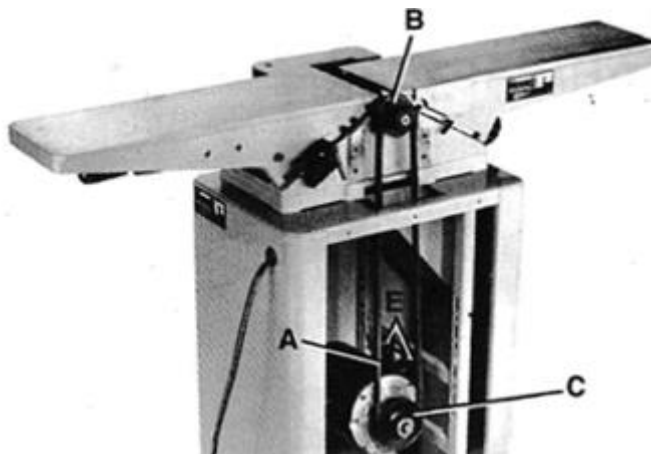
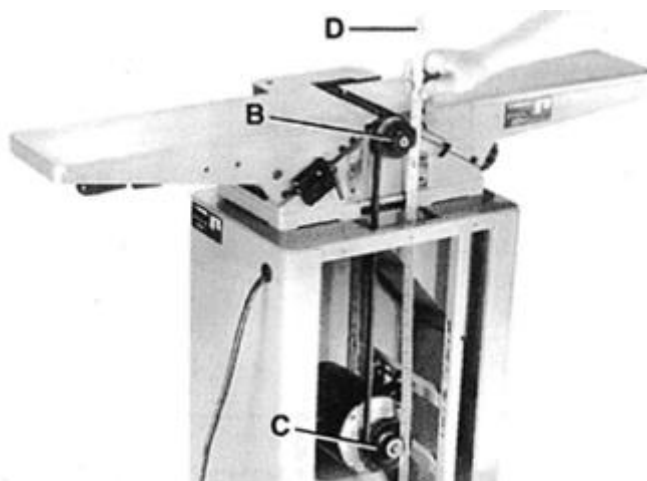

Рис. 7 Установка ремня
Рис. 8 Выравнивание шкива
1. Установите ремень (А) – Рис. 7 в канавку шкива режущей головки (В) и шкива двигателя (С).
2. Убедитесь, что шкив двигателя (С) – Рис. 7 и Рис. 8 выровнен со шкивом режущей головки (В), установив линейку (D) – Рис. 8 на поверхность каждого шкива, как показано на Рисунке.
3. Если необходимо регулировка, переместите шкив двигателя по валу или измените положение двигателя, открутив его установочные винты, два из которых представлены на (Е) – Рис. 7. После завершения регулировки затяните крепежные элементы двигателя и установочный винт шкива двигателя.